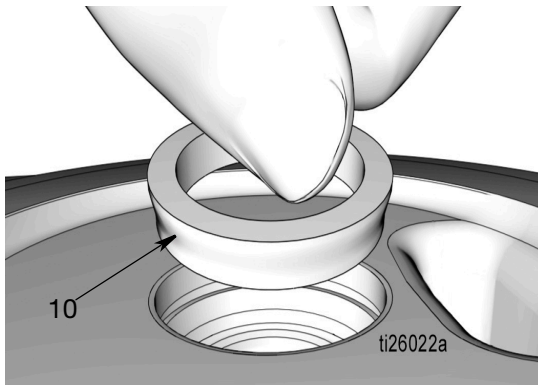

FIG. 37
- i. Mettre l'entretoise conique (10), petit diamètre vers le bas, comme montré sur la FIG. 37.